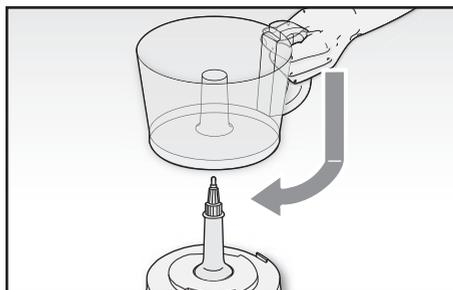

Fig. 3
- 2 Collocare la ciotola (P) sul corpo motore (Fig. 3). Allineare la tacca presente sulla ciotola con il simbolo (☐). Ruotare la ciotola in senso orario. Allineare la tacca presente sulla ciotola con il simbolo (Ⓜ).